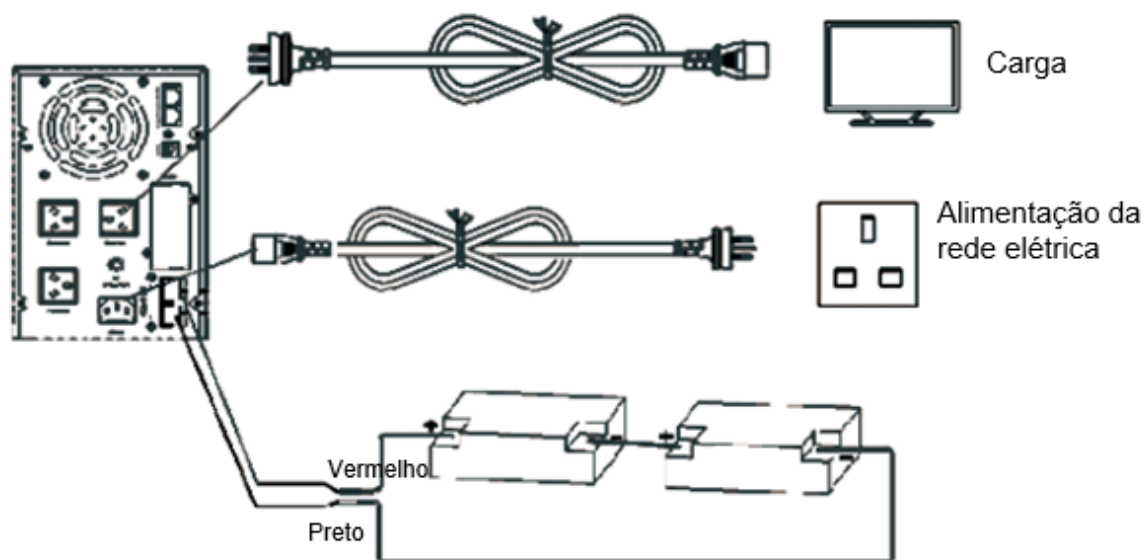

Figura 5.26: Conexão do acessório módulo de expansão de autonomia e aterramento
- Para finalizar, verifique se a instalação está conforme Figura 5.26.